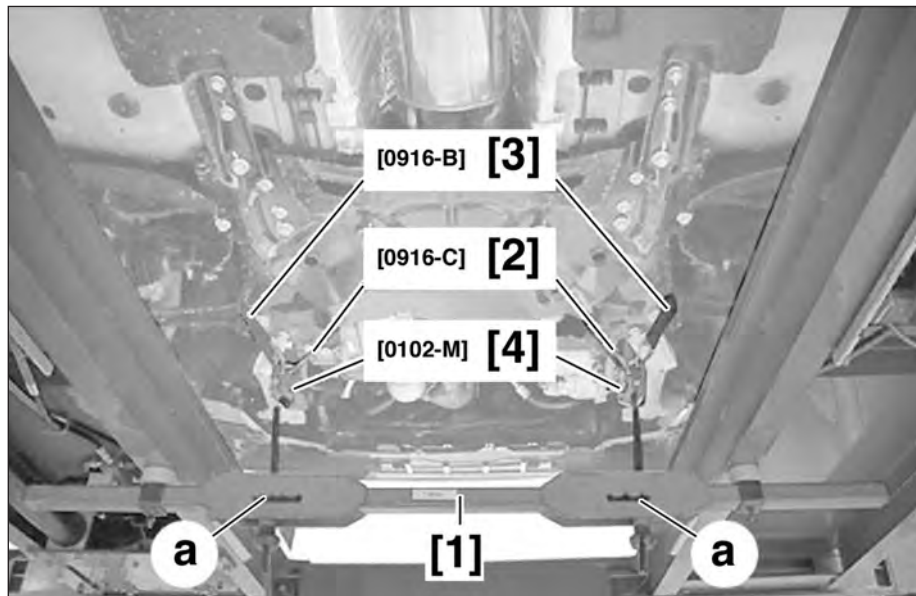

FIG.1
- les sangles [3] équipées de leurs manilles [2] (Fig.1),